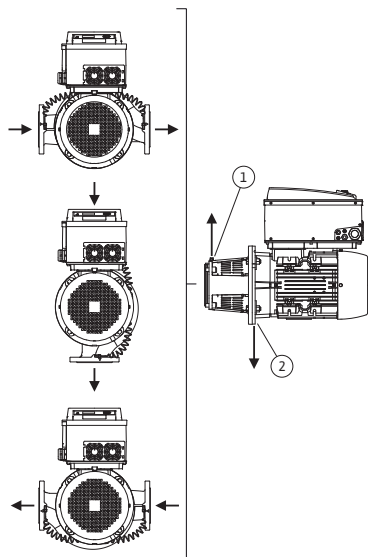
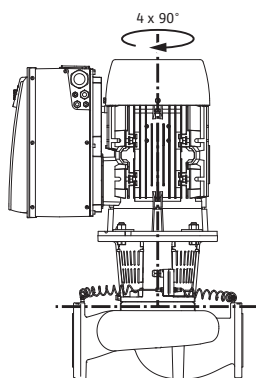

Fig. 18: Dopuszczalne położenia montażowe z poziomym wałem silnika
Fig. 19: Dozwolone położenia montażowe z pionowym wałem silnika
Dopuszczalne położenia montażowe z poziomym wałem silnika i modułem elektronicznym skierowanym w górę (0°) są przedstawione na Fig. 18. Nie przedstawiono dopuszczalnych położenia montażowych z modułem elektronicznym zamontowanym z boku ($\pm 90^\circ$). Dozwolone jest każde położenie montażowe, z wyjątkiem montażu „moduł elektroniczny skierowany w dół” (-180°). Odpowietrzanie pompy jest zapewnione tylko wtedy, gdy zawór odpowietrzający jest skierowany w górę (Fig. 18, poz. 1). Tylko w tej pozycji (0°) spływający kondensat może być odprowadzany przez odpowiedni wywiercony otwór, latarnię pompy oraz silnik (Fig. 18, poz. 2). W tym celu należy usunąć korek na kotnierzu silnika.
Dopuszczalne położenie montażowe z pionowym wałem silnika są przedstawione na Fig. 19. Dozwolone jest każde położenie montażowe z wyjątkiem montażu „silnik skierowany w dół”.
- Zawór odpowietrzający na latarni (Fig. 6, poz. 1.31) przy poziomym wale silnika musi być zawsze skierowany do góry (Fig. 6a; iFig. 6b:). Przy pionowym wale silnika dozwolona jest każda orientacja. Patrz także Fig. 18: „Dopuszczalne położenia montażowe z poziomym wałem silnika” na stronie 141 lub Fig. 19: „Dozwolone położenia montażowe z pionowym wałem silnika” na stronie 141.
- Przy poziomym wale silnika otwór na kondensat musi być skierowany w dół (Fig. 18, poz. 2). W razie potrzeby odpowiednio obrócić silnik.